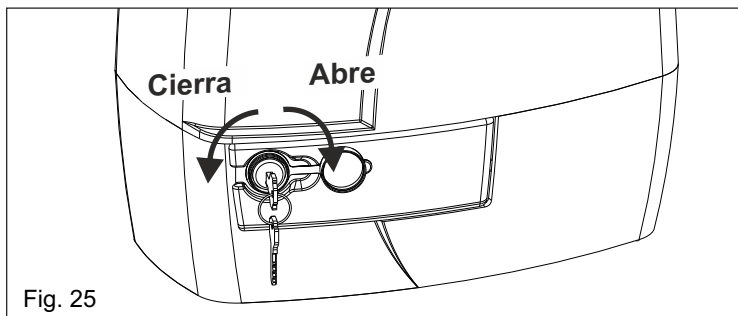

Fig. 25
- Abir el cubre cerradura, insertar la llave y rotarla en sentido horario de 90° (Fig. 25).